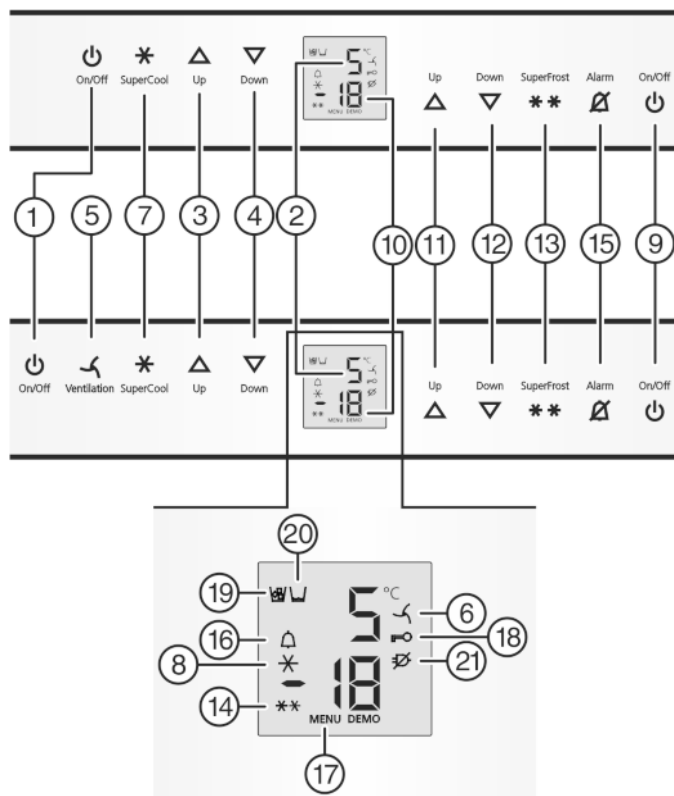

Fig. 2
- ▶ Nyomja meg a fagyasztórész főkapcsoló gombját Fig. 2 (9).
- ▶ Nyomja meg a hűtőréss főkapcsoló gombját Fig. 2 (1).
- ▷ Be van kapcsolva a hűtőréss: Világít a hűtőréss hőmérsékletkijelzője Fig. 2 (2). A hűtőréss ajtajának kinyitásakor a belső világítás világítani kezd.
- ▶ Beállítási mód aktiválása: Nyomja meg a SuperFrost gombot Fig. 2 (13) kb. 5 mp-re.
- ▷ Kigyullad a Menü ikon Fig. 2 (17).
- ▶ A jóváhagyáshoz nyomja meg röviden a SuperFrost gombot Fig. 2 (13).
- ▶ A gyermekbiztosíték bekapcsolásához nyomja meg röviden a SuperFrost gombot Fig. 2 (13).
- ▷ A gyermekbiztosíték ikonja Fig. 2 (18) világít. A kijelzőn  villog.
- ▶ A gyermekbiztosíték kikapcsolásához nyomja meg röviden a SuperFrost gombot Fig. 2 (13).
- ▷ A gyermekbiztosíték ikon Fig. 2 (18) kialszik. A kijelzőn  villog.
- ▶ Beállítási mód kikapcsolása: Nyomja meg a fagyasztórész főkapcsoló gombját Fig. 2 (9).
- ▶ Nyomja meg a riasztás gombot Fig. 2 (15).
Egyidejűleg villog a hőmérsékletkijelző és a riasztás ikon Fig. 2 (16).
A figyelmeztető hangjelzés automatikusan elnémul, a riasztás ikon Fig. 2 (16) eltűnik és a hőmérsékletkijelző is abbahagyja a villogást, mikor a hőmérséklet újra eléggé alacsony.